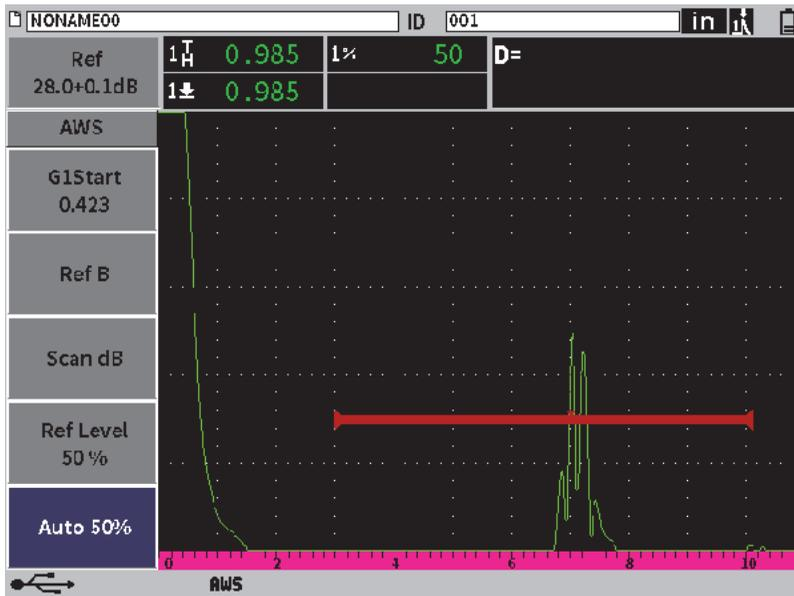

図 11-25 AWS を基準レベル 50% で有効にする
8. タブキーを押して**自動 XX%** (デフォルト値は 50 %) をハイライトし、Enter キーを押します (206 ページの図 11-25 参照)。